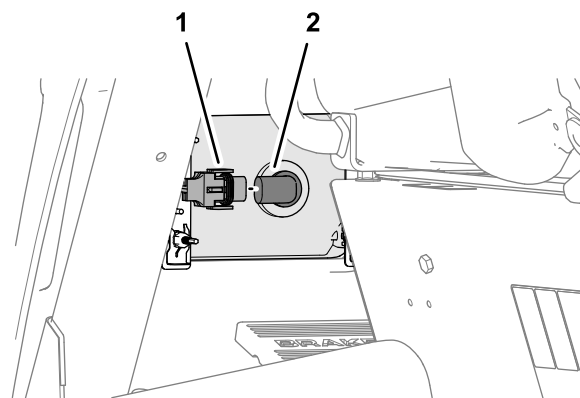

Figura 146
6. Conecte el conector del faro del arnés de cables de la máquina al conector de la lámpara del faro (Figura 146).